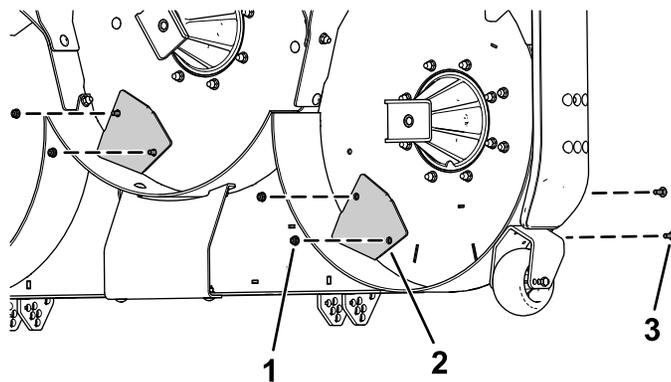

Рисунок 6
2. Прикрепите 2 выталкивателя к деке газнокосилки с помощью 4 каретных болтов (5/16 x 7/8 дюйма) и 4 фланцевых гаек (5/16 дюйма), как показано на Рисунок 6.